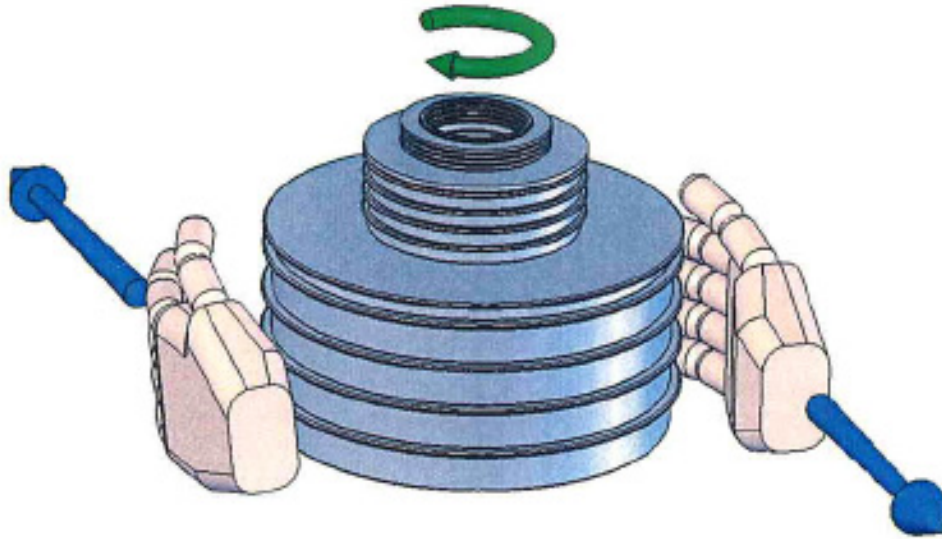

图 4-2. 砝码旋转
- 轻轻地顺时针旋转砝码组，使它转动，速度介于约 10 和 60 rpm 之间。当转动砝码时：把手掌放在砝码组两侧并“滚动”砝码组（让两手沿相反方向拉动），避免施加侧向负载，参见图 4-2。